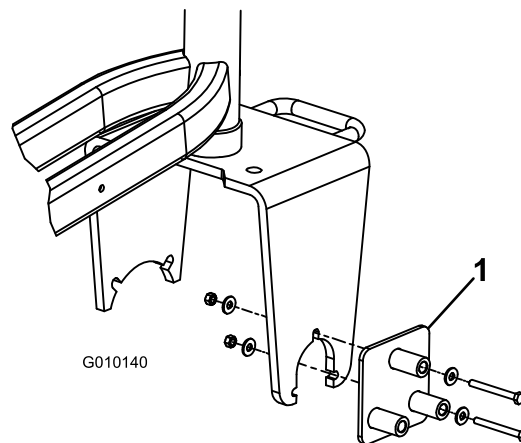

Figura 1
1. Monte la plantilla de perforación en el lado izquierdo de la horquilla de la rueda giratoria con 2 pernos (5/16 x 3"), 4 arandelas (3/8 x 7/8") y tuercas. Coloque los componentes según se muestra en Figura 1.